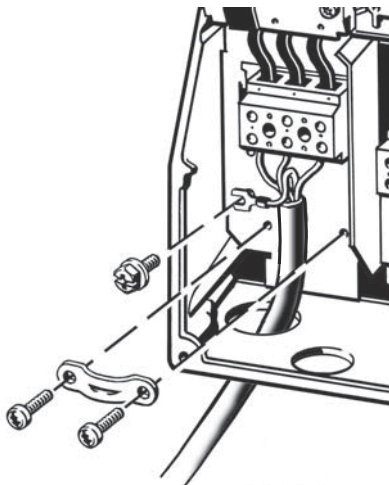

Fig. 14 Conexión a la red, B1 y B2
1. Conectar el conductor de tierra al terminal 95 (PE). Ver fig. 14.